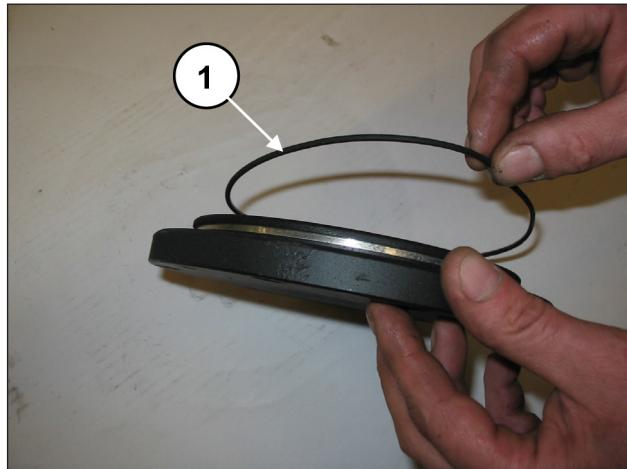
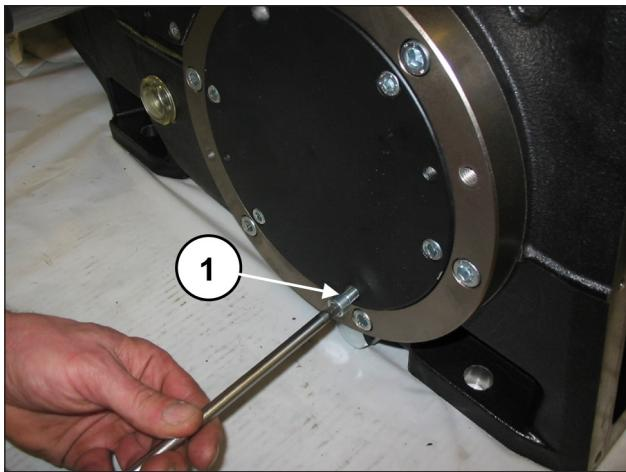

图 89
图 90
用6+6个M8x20螺钉（位置①，图 89）安装两个轴承盖（带O型圈）（位置①，图 90）。